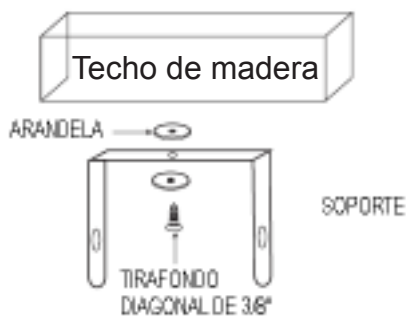

Figura 4a. Montaje de un solo tornillo
**NOTA:** Si desea que el calefactor gire hacia la derecha o hacia la izquierda, se recomienda agregar una arandela a ambos lados del soporte. Es posible que se necesite un tirafondo más largo para sujetar la unidad correctamente. Consulte la figura 4a.
1. Para girar la unidad, cuando esta se ha instalado con un solo tirafondo (como se muestra en la figura 4a), simplemente gire todo el calefactor según sea necesario. La unidad no se puede girar en sentido horizontal si se instaló con 2 tirafondos.